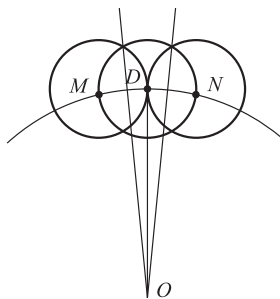

图 3.2
3. 如教材 § 3-4 所述:“滚子半径必须小于理论轮廓外凸部分的最小曲率半径 ρ_{\min} ”。这里补充介绍用作图法求 ρ_{\min} 的方法:如图 3.2 所示,首先根据观察找出外凸轮廓曲率较大的部位 D ,在曲线上邻近 D 点的地方取 M 、 N 两点,再作 DM 与 DN 的垂直平分线交于 O ,则长度 OD 即可近似表示该处的曲率半径。将这样求出的几个曲率半径进行比较,其中最小的即为 ρ_{\min} 。